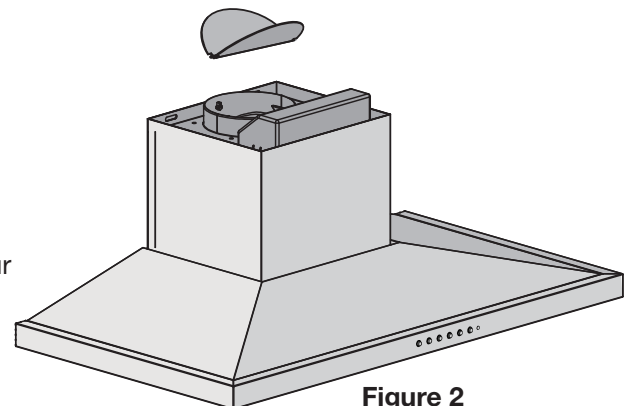

Figure 2
- Si le système de ventilation est équipé avec un conduit externe de diamètre différent, appliquez un accord de réduction. Toutefois, pour une performance maximum et de sécurité, un conduit rond de 6 pouces est recommandé (voir figure 2).